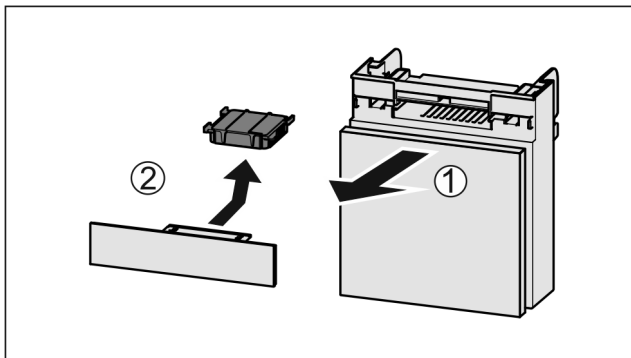

Fig. 172
- ▶ Pretinac izvucite Fig. 172 (1) prema naprijed.
- ▶ Izvadite filter s aktivnim ugljenom Fig. 172 (2).